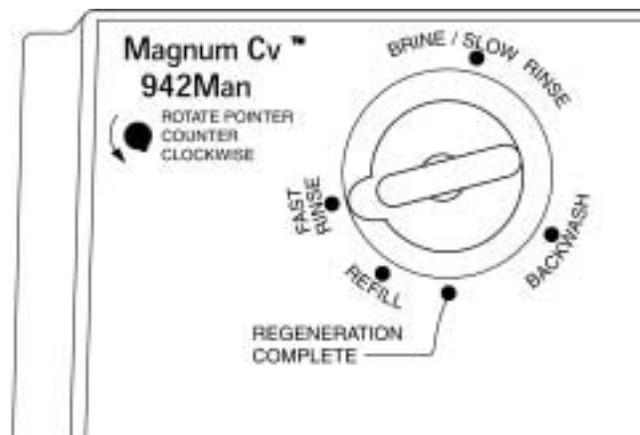

Figura 5.3 Enjuague Rápido
4. Cuando termina el ciclo de sacar salmuera/ enjuague lento gire el indicador hasta **Fast Rinse (enjuague rápido)** (Figura 5.3). El indicador debe quedar en **Fast Rinse (enjuague rápida)** por el tiempo adecuado. El tiempo depende en la calidad de agua de alimentación, presión y flujo. El enjuague rápido sirve para quitar el exceso de sal y fijar el lecho por el ciclo de servicio. **Tiempos típicos son entre 5-15 minutos***.